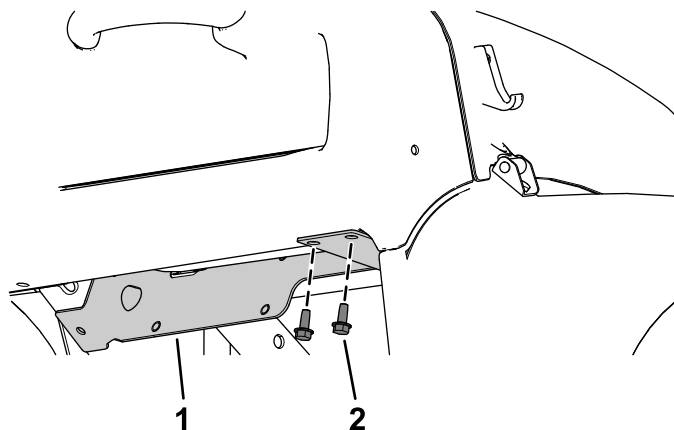

Bild 25
- B. Befestigen Sie die rechte Seite der Heizungshalterung mit den beiden zuvor entfernten Schrauben (5/16" x 3/4") am Armaturenbrett, wie in **Bild 25** dargestellt.